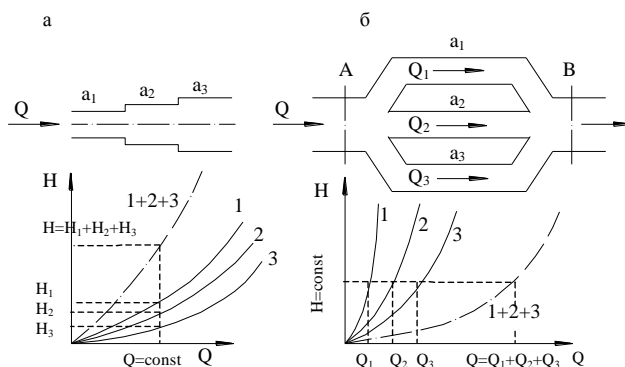

Рисунок 2 – Схемы и напорные характеристики трубопроводов, соединенных последовательно (а) и параллельно (б)
*Если трубопровод состоит из последовательно соединенных участков (рис. 2, а), то справедливы равенства:*
При параллельном соединении  $n$  трубопроводов ( $n$  – количество разветвлений) (рис. 2, б)